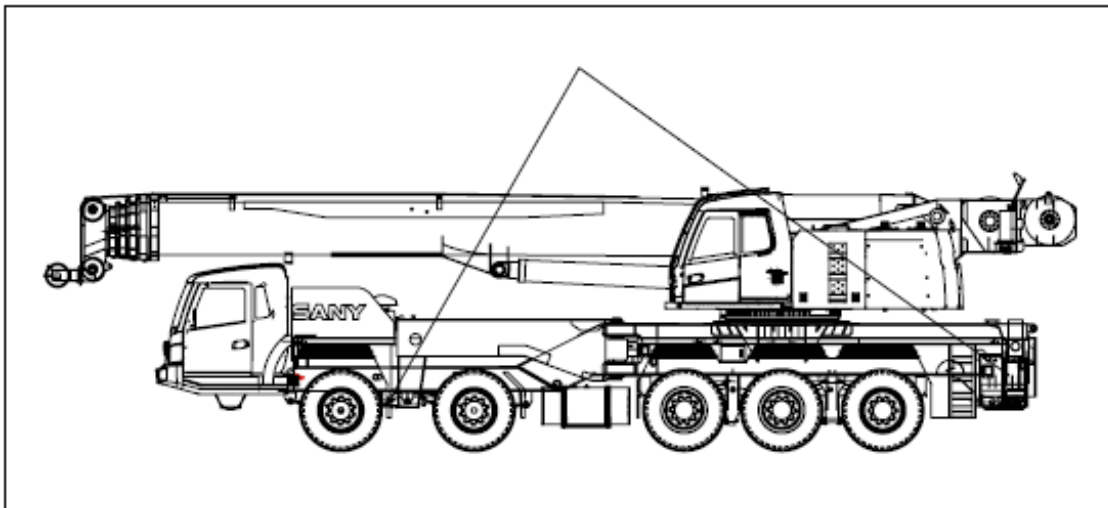

Fig.4-8.1 Diagrama de localização do elevador
- 3) o centro de gravidade do guindaste carregado deve ser pelo lado de trás do centro do eixo da frente (parte de trás da máquina), consulte a Fig.4-8.1.